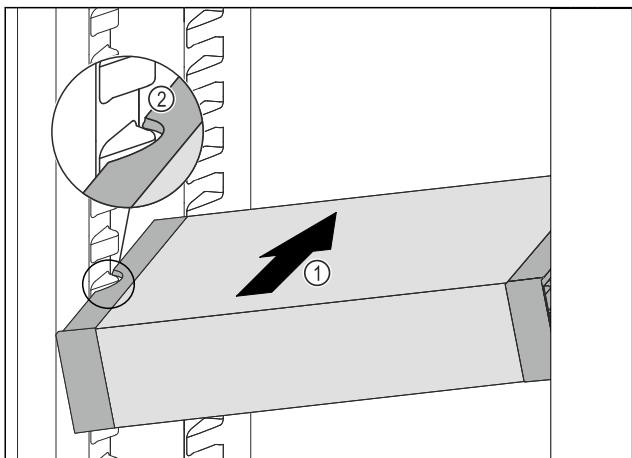

Fig. 101
- Introduzca el VarioSafe en posición oblicua en el compartimiento del frigorífico Fig. 101 (1) hasta que los huecos laterales Fig. 101 (2) del VarioSafe se encuentren a la altura de la nervadura del recipiente en el compartimento frigorífico.